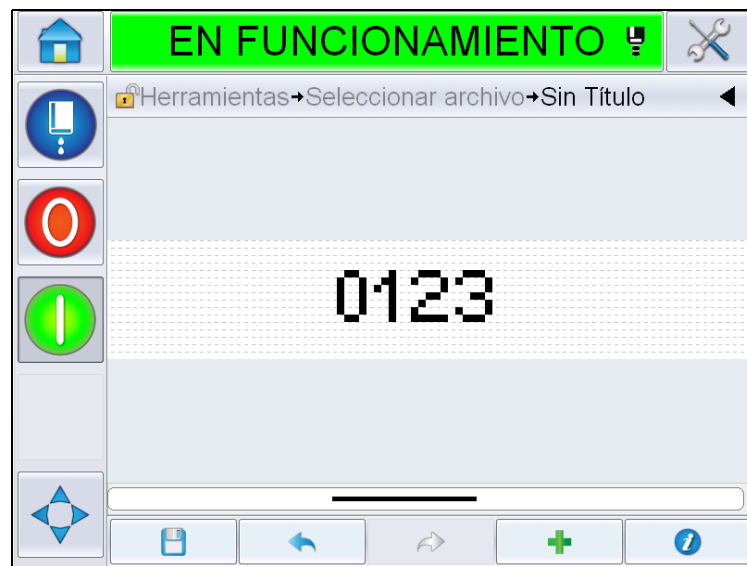

Figura 5-34: Campo de contador en la página de mensajes
- 14 Seleccione y establezca los parámetros conforme a los requisitos y toque OK (Aceptar). El mensaje con el formato seleccionado se muestra en la página de *mensajes* (Figura 5-34). Continúe con el paso 18 en la página 5-44 para guardar el mensaje o pase al próximo paso para agregar otro campo.